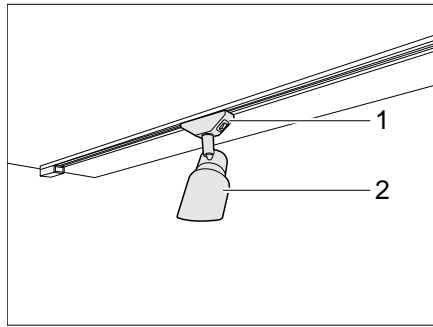

Bild 67 Halogenspotleuchte
- Halterung (Bild 67,1) fassen und um 45° drehen.
- Halogenspotleuchte (Bild 67,2) aus Schienensystem entnehmen.
- Halogenspotleuchte (Bild 67,2) an gewünschter Position in das Schienensystem einsetzen und um 45° drehen.
- An Halterung (Bild 67,1) um 45° drehen.